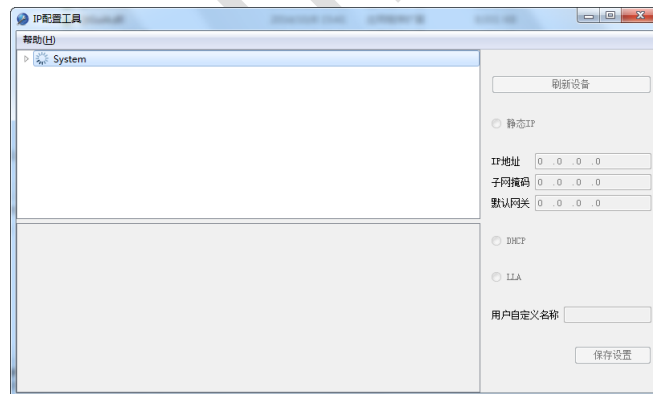

图 16 刷新设备
1. 当接入新设备时，点击“刷新设备”按钮可更新当前的枚举列表，刷新过程界面控件不可用，如图 16 刷新设备所示：